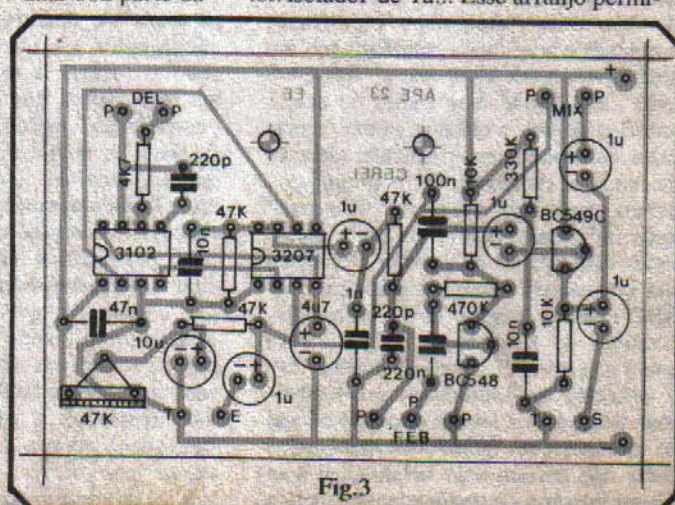

Fig. 3
- FIG. 3 - Lay out do Circuito Impresso específico. Embora um pouquinho "intrincado", o desenho não é difícil, podendo ser facilmente reproduzido e confeccionado (a figura está em escala 1:1, tamanho natural, portanto...). Devem ser rigorosamente respeitadas posições e dimensões, caso contrário as peças não "casarão" com os furos, no momento das soldagens... Quem não quiser ter o trabalho de confeccionar a placa específica, pode sempre recorrer à aquisição de **todo** o conjunto de componentes, na forma de KIT (ver anúncio em outra parte da presente APE...), que inclui a placa prontinha, furada, protegida por verniz, e com o "chapeado" (diagrama de posicionamento dos componentes) demarcado em **silk-screen** pelo lado não cobreado. Em qualquer caso (placa pronta, vinda com o KIT, ou placa "feita em casa"...), o Leitor/Hobbysta que ainda não tiver muita prática em montagens deverá consultar atentamente às INSTRUÇÕES GERAIS PARA AS MONTAGENS, encarte permanente de APE (sempre lá nas primeiras páginas da Revista).
A montagem, propriamente, está visualizada no "chapeado" (fig. 3) que mostra a placa pelo seu lado não cobreado, todas as peças devidamente posicionadas. ATENÇÃO às posições dos Integrados e transistores e às polaridades dos vários capacitores eletrolíticos (qualquer inversão no posicionamento desses componentes, poderá arruinar o funcionamento da CEREL, além de causar eventuais danos ao próprio componente - notadamente quanto aos Integrados...).